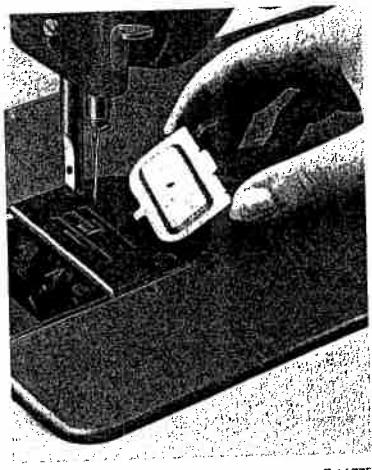
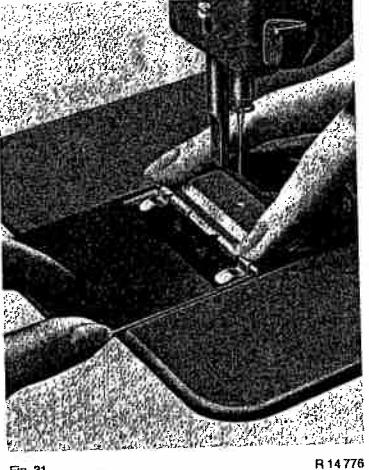

Fig. 30
Fig. 31
2. Oberdeck-Stichplatte einhängen (Fig. 30), einschwenken und mit dem Grundplattenschieber festhalten (Fig. 31).
2. Slip the prong of the cover plate into the hole of the needle plate (Fig. 30), turn it over and secure it in position with the bed slide (Fig. 31).
2. Mettre en place la plaque de recouvrement (fig. 30) et la bloquer par la glissière de plateau (fig. 31).
2. Enganche la plaquita (fig. 30), presiónela sobre la placa de aguja y asegúrela con la corredera de la placa base (fig. 31).